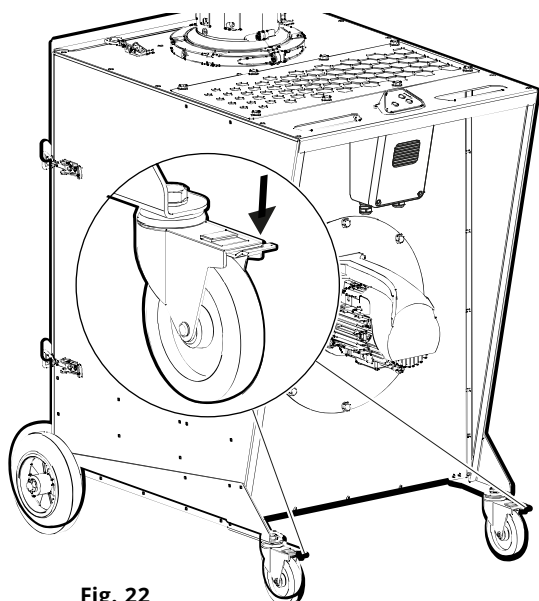

Fig. 22
1. Bloquee las ruedas giratorias (Fig. 22).
1. Bloquee las ruedas giratorias (**Fig. 22**).